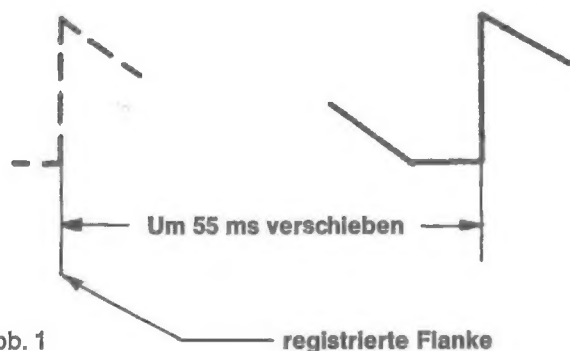

Abb. 1
- Tastkopf an MP SB 2, Lage der ansteigenden Flanke des Trapezimpulses registrieren und mit R 939 SP um $55 \text{ ms} \pm 1 \text{ ms}$ (Abb. 1) nach **rechts verschieben**.